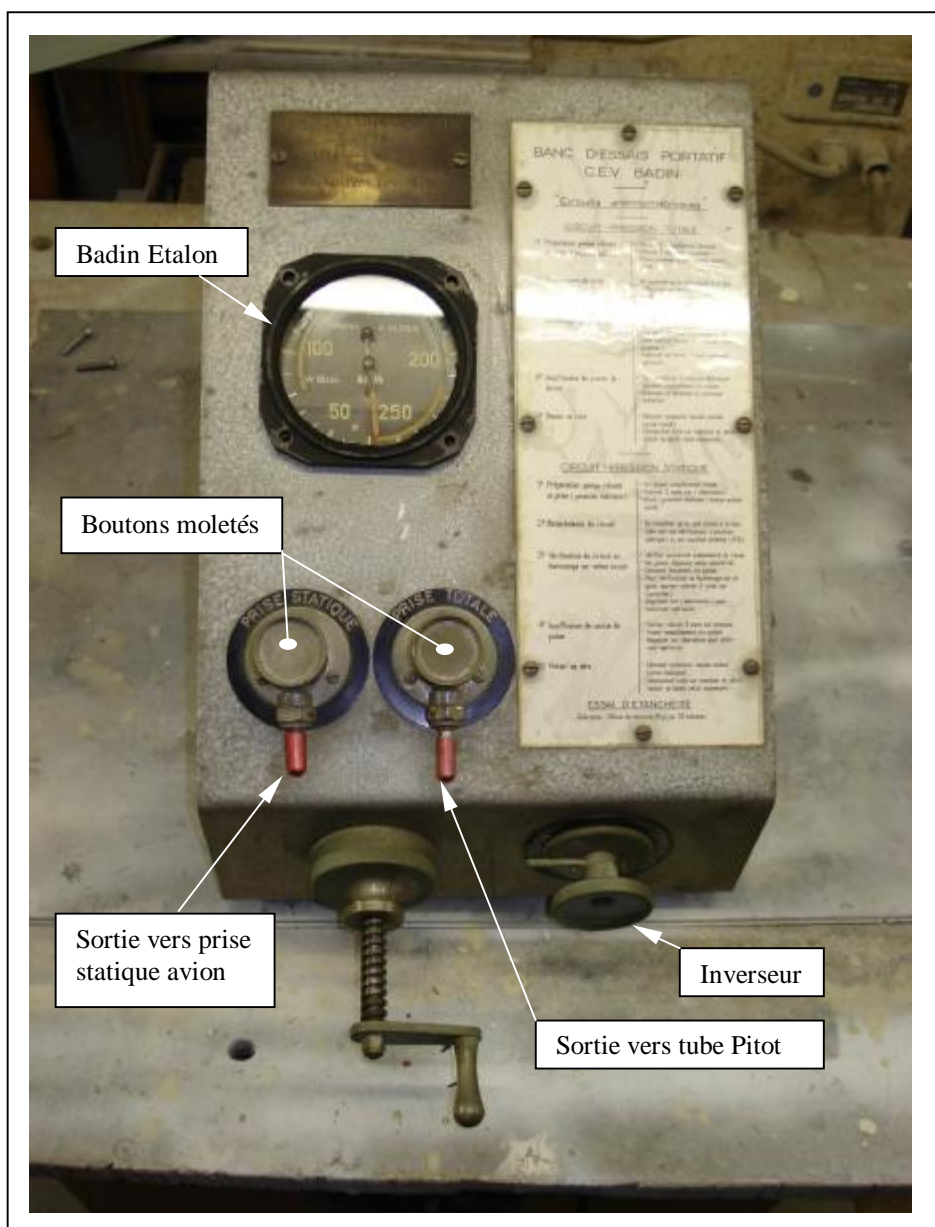

Figure 1
- 2) **Appareillage** :L'appareil utilisé est un banc d'essai portable CEV dont la photo et le schéma de principe indiqués ci-dessous (figures 1 et 2)